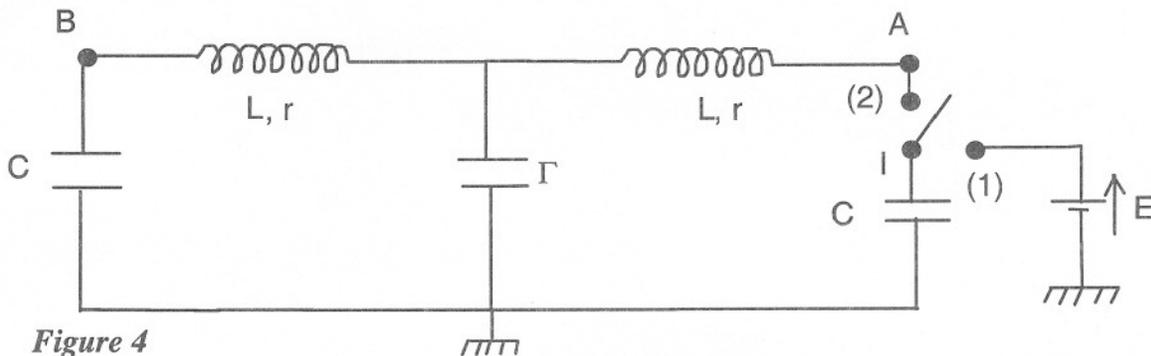
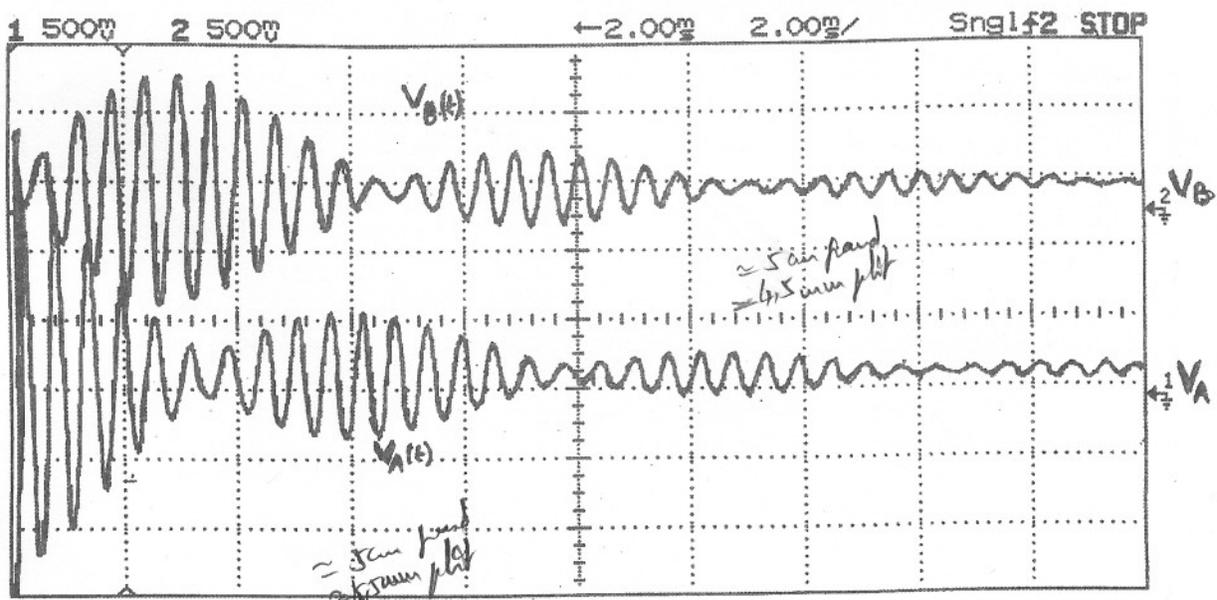

Figure 4
Figure 5
B.2.4. Le chronogramme de la figure 5 traduit les évolutions expérimentales des tensions $v_A(t)$ et $v_B(t)$, l'origine des tensions étant prise en M et les points A et B étant définis sur la figure 4.
L'interrupteur à point milieu I (fig.4) est, pour $t < 0$, relié à une source de tension continue de f.é.m E de l'ordre de 2 V : position (1).
Il est basculé en position (2) à compter de la date $t = 0$, et les tensions $v_A(t)$ et $v_B(t)$ sont alors obtenues à l'oscilloscope (mode monocoup ou single) selon la figure 5 ci-dessous.